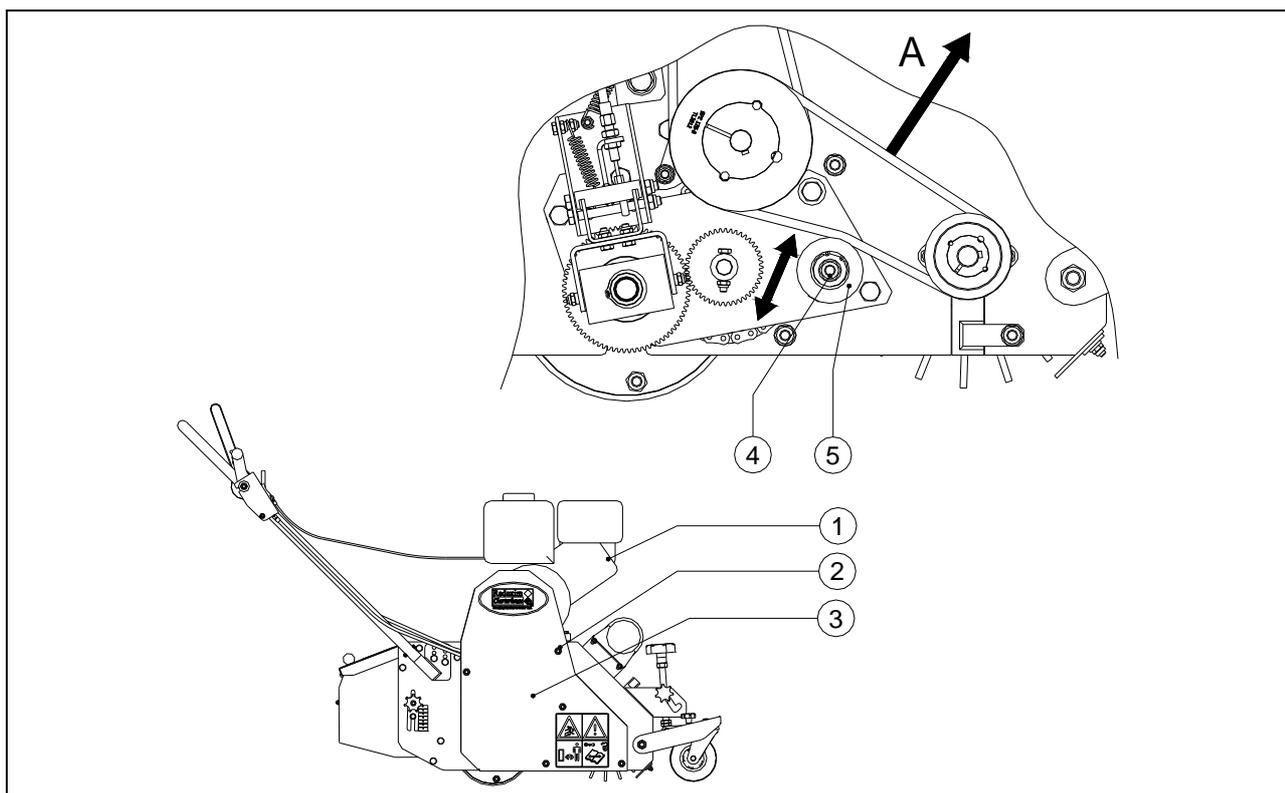

Fig. 17
1. Rullo di tensione della trasmissione della spazzola. (si veda Fig. 17)
Rullo di tensione della trasmissione della spazzola. (Si veda la Fig. 17)